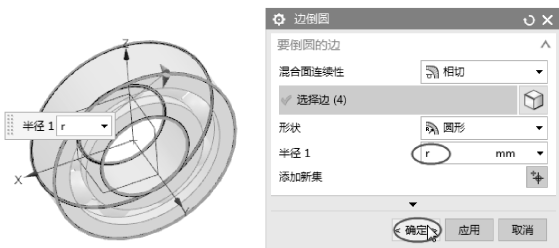

图 6-29 边倒圆
- 12 单击【边倒圆】按钮, 然后对外圈和内圈的几条边倒圆, 设置半径为  $r$ , 如图 6-29 所示。